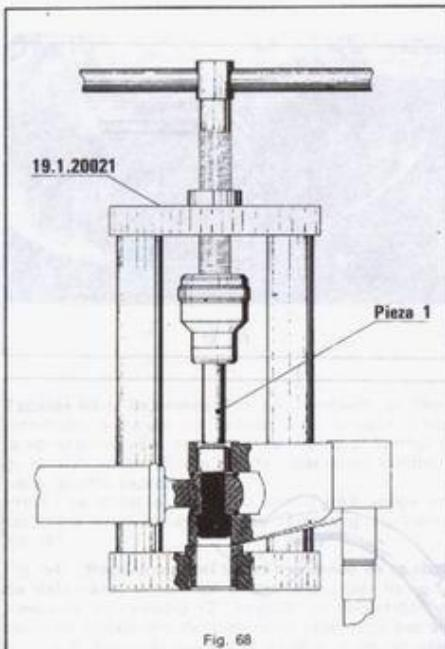

Fig. 68
### Desmontaje del bulón y casquillo de rodillos tipo «NADELLA» (Fig. 68)
— Aplicar la herramienta 19.1.20021, provista de la pieza 1, como se representa en la fig. 68, y actuar sobre la empuñadura hasta obtener la expulsión momentánea del bulón y del «NADELLA» opuesto a la acción de empuje de la herramienta. Con la expulsión del bulón y del primer «NADELLA» se obtiene el desenganche completo del cubo oscilante del tubo de dirección. Para la expulsión del segundo «NADELLA» emplear la herramienta provista de la pieza 2 en sustitución de la pieza 1, por el lado opuesto al representado en la figura.
**Nota.** Antes de proceder a la unión antes citada, montar los dos anillos guardapolvo «C» en el cubo oscilante como se representa en el detalle «A» de la fig. 68.
— Sacar de la herramienta 19.1.20021 la pieza 5 (de guía), expulsada parcialmente en la fase precedente del montaje del bulón (Fig. 68), dejando siempre montada la pieza 4.